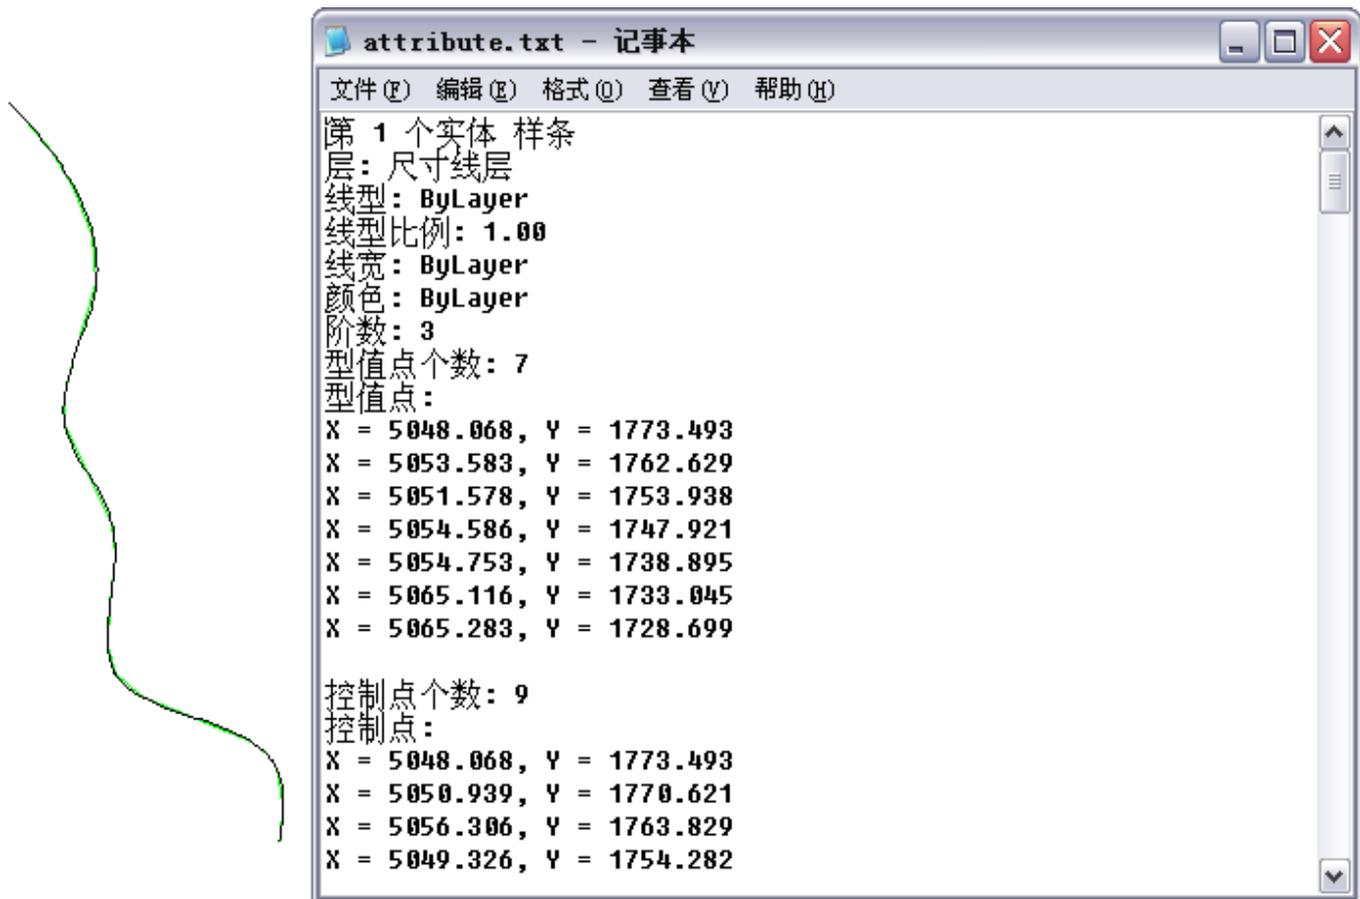

图 2-65 圆弧拟合样条属性查询
- 4) 通过查询工具的【元素属性】功能, 可以查询各拟合圆弧属性如图 2-65 所示。